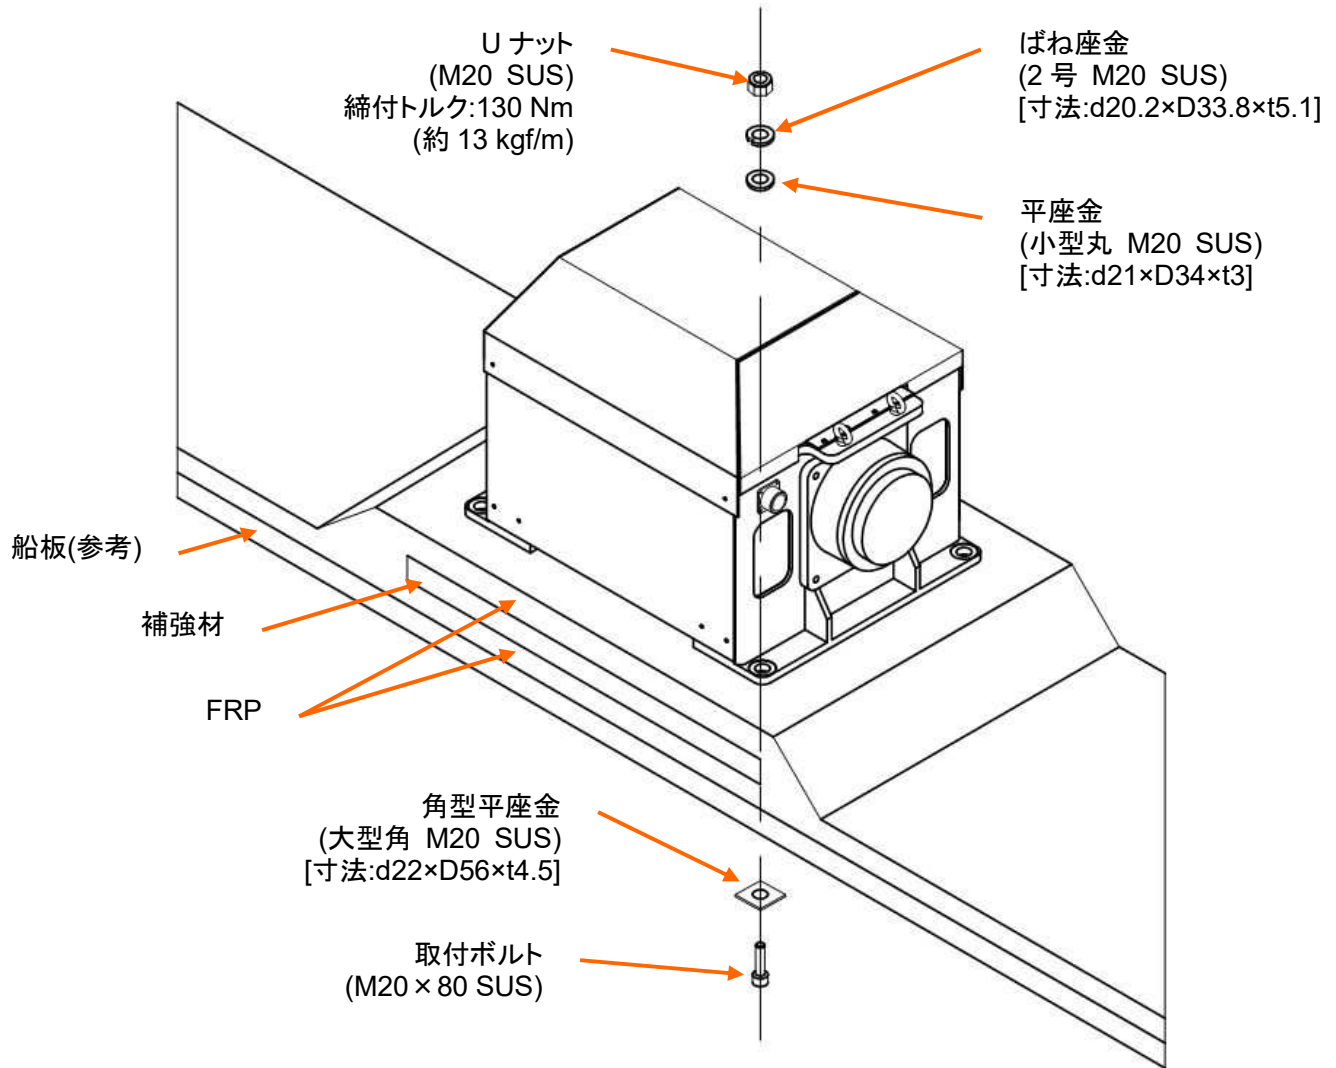
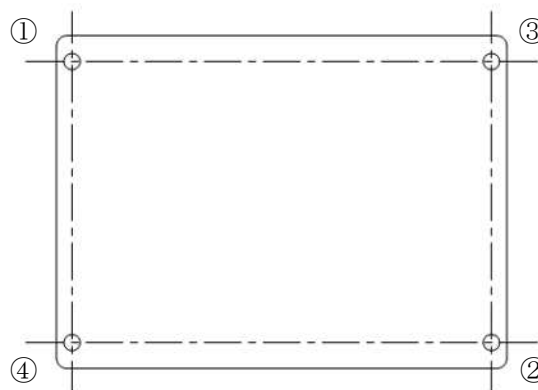

図 4-2 ARG 本体の取付
図 4-3 ボルトの締付け順序 (例)
- ① ARG 本体の設置は、ARG 本体に付属のアイボルトを用いて吊上げを行い、取付場所の上に設置して下さい。ARG は図 4-2 のように吊上げて下さい。
- ② ARG 本体の固定は、図 4-2 のように付属品の平座金・ばね座金・ナットを ARG 本体のフレーム上にあてがい、角型平座金を通した取付ボルトを船体の下から通し、ARG 本体を船板にしっかり固定して下さい。
- ③ FRP 船の場合の補強部材は、FRP にてオーバーレイすることを推奨いたします。
- ④ ナットは、緩み止めのため、付属品の U ナット(ロックナット)を使用して下さい。
- ⑤ 付属品の取付ボルトの長さは、80mm あります。
- ⑥ 角ボルト(4箇所)の締付けは、130N・m(約 13kgf・m)で対角線上に対向する順番に徐々に締付けを実施して下さい。(図 4-3)
⑦ 締付けにより、ステンレスボルトが焼き付く恐れがありますので、市販の焼き付き防止剤等を塗布後、Uナットを締め付けることを推奨します。